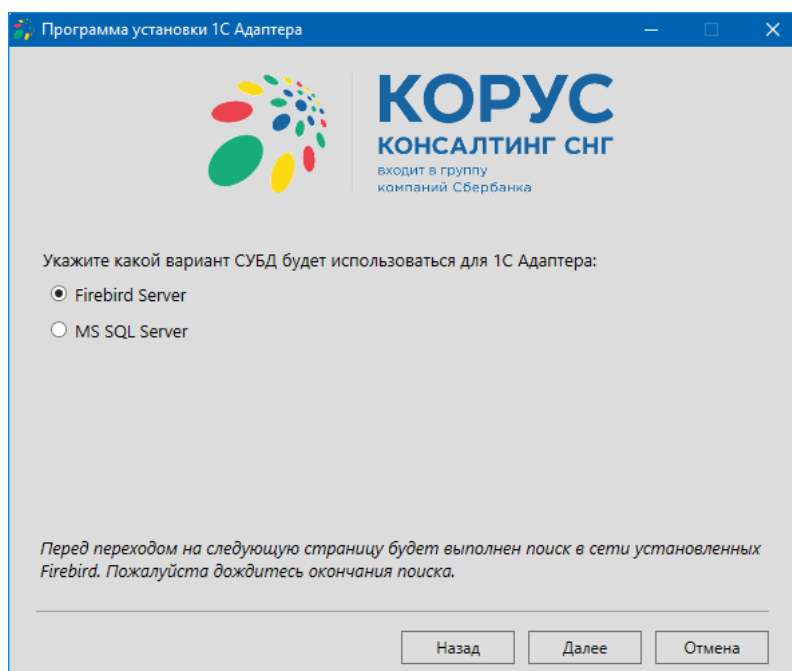

Рисунок 7 – Выбор варианта СУБД для адаптера
8.1. Рассмотрим все возможные варианты дальнейшей работы установщика. Выбираем вариант «Firebird Server» и нажимаем кнопку «Далее» (рис. 7).